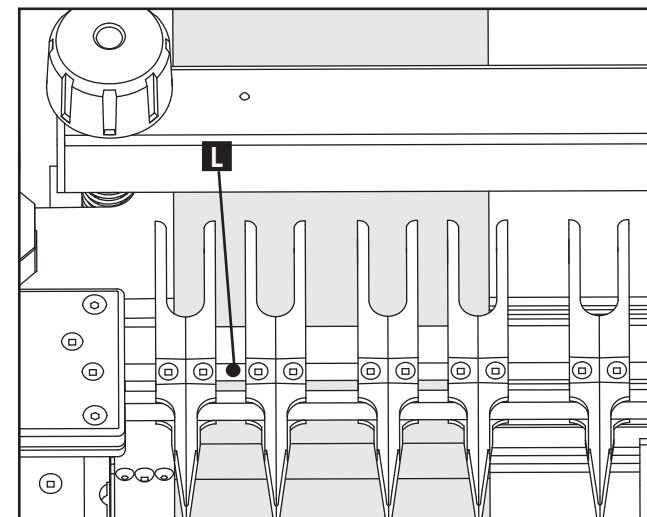

Fig. I8
4. Espacer les saillies du gabarit pour obtenir l'effet recherché. Se reporter à la figure I8, pour un exemple. Un espacement équidistant n'est toutefois pas requis.
REMARQUE : éviter que les saillies ne se touchent pour les planches de bois de plus de 19,05 mm (3/4 po) d'épaisseur. L'espacement (L) fig. I8, entre chaque groupe de saillies, doit être d'au moins 6,4 mm (1/4 po). Un tel espacement vous permet d'effectuer un second passage sans entailler par accident le trait façonné par le premier passage.